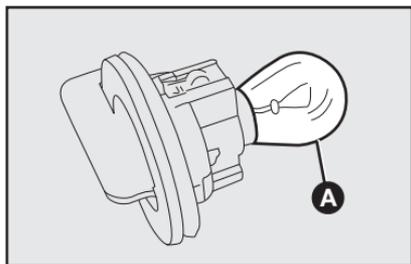

fig. 39
- 2) quitar la lámpara **A-fig. 39**, empujándola un poco y girándola en sentido horario;